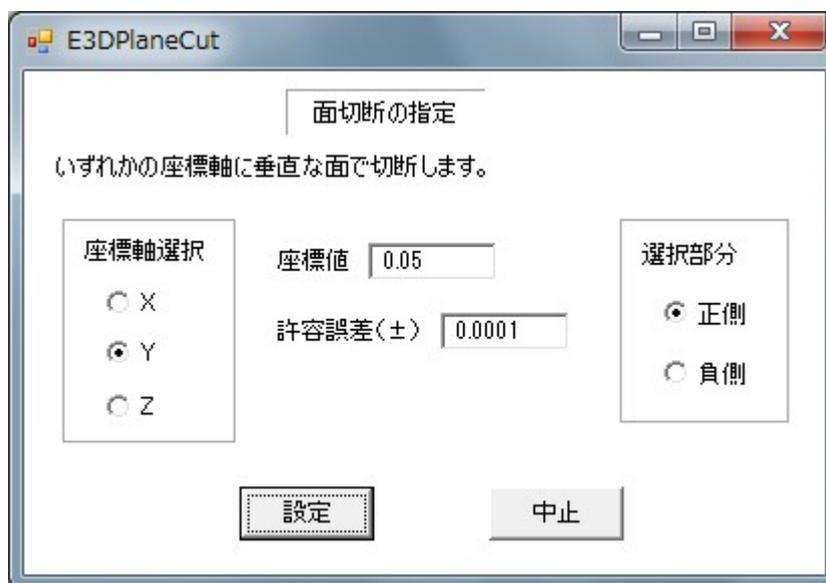

図7-12 面切断設定の画面
- ⑩「面切断設定」ボタンをクリックすると、図7-12の面切断設定の画面に移り、面切断の仕方を設定できます。この面切断とは、座標軸に直角な平面で構造を切断し、2分割されたいずれかの構造図を描くものです。図7-12の画面では次のように操作します。